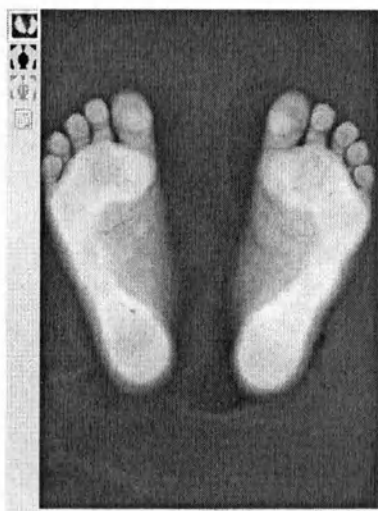

Рис.3
9.7 На первом этапе распознавания зрительно убедиться в качестве изображения (см. рис.3). Проверить, что стопы не соприкасаются между собой и с границами